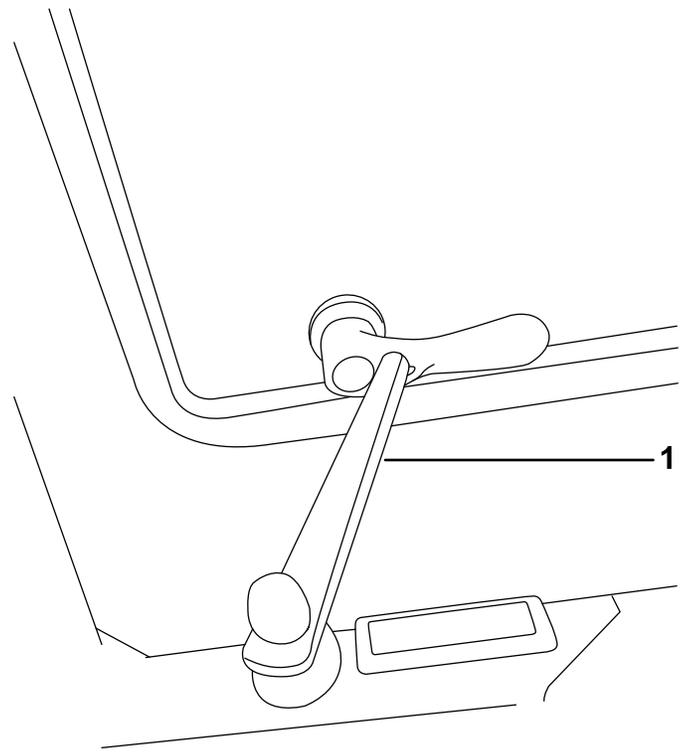

Bild 10
2. Halten Sie das Fenster mit der Stütze geöffnet (Bild 10).